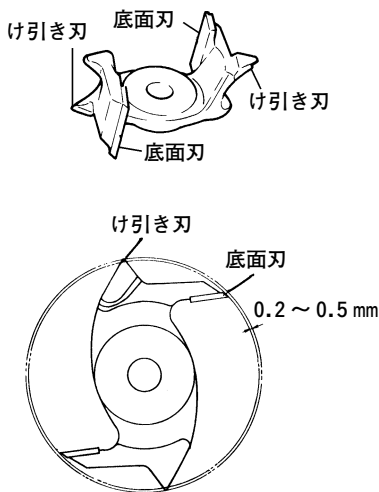

図 25
- 注** • け引き刃および側面刃(図 25)は底面刃に比べると切れ味が早く落ちますので、仕上げぐあいにつけて早めに刃をとぐようにしてください。